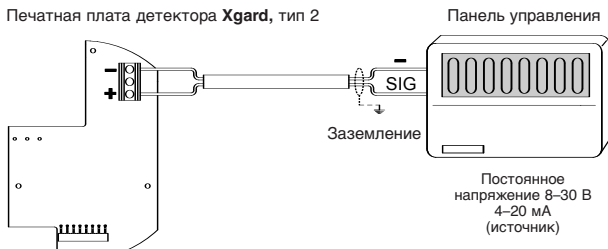

Рис. 7. Электрические соединения детектора **Xgard** типа 2
2. Проверить правильность выполнения электрических соединений согласно рис. 7.